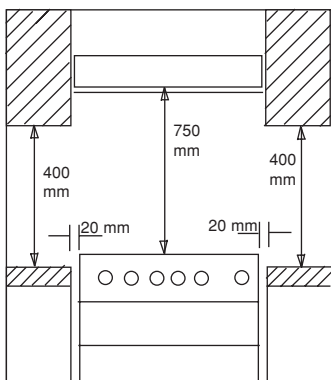

Fig. 1
- La distance entre l'appareil et les murs ou meubles adjacents doit être comme suit : (cf fig 1)